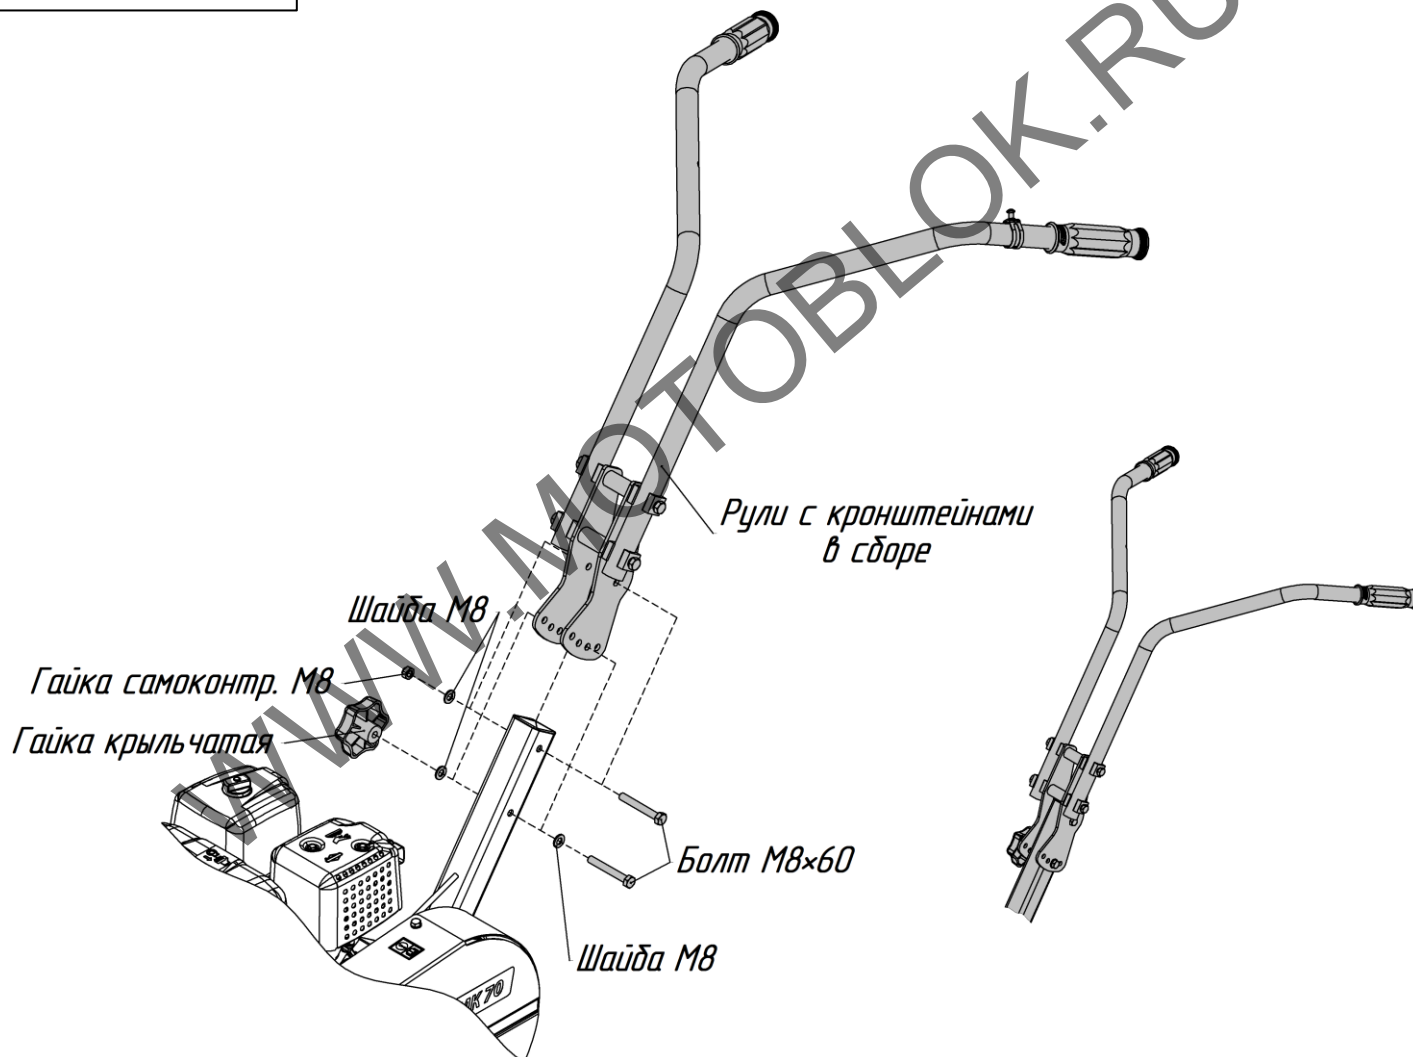

Рис.9 Установка рулей с кронштейнами в сборе на мотокультиватор
7. Установить рули с кронштейнами в сборе на мотокультиватор согласно рис.9.